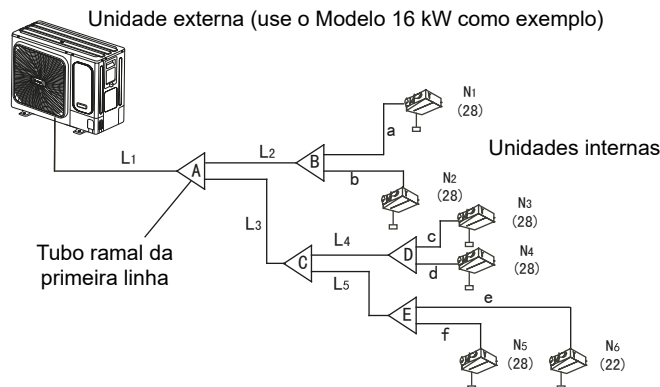
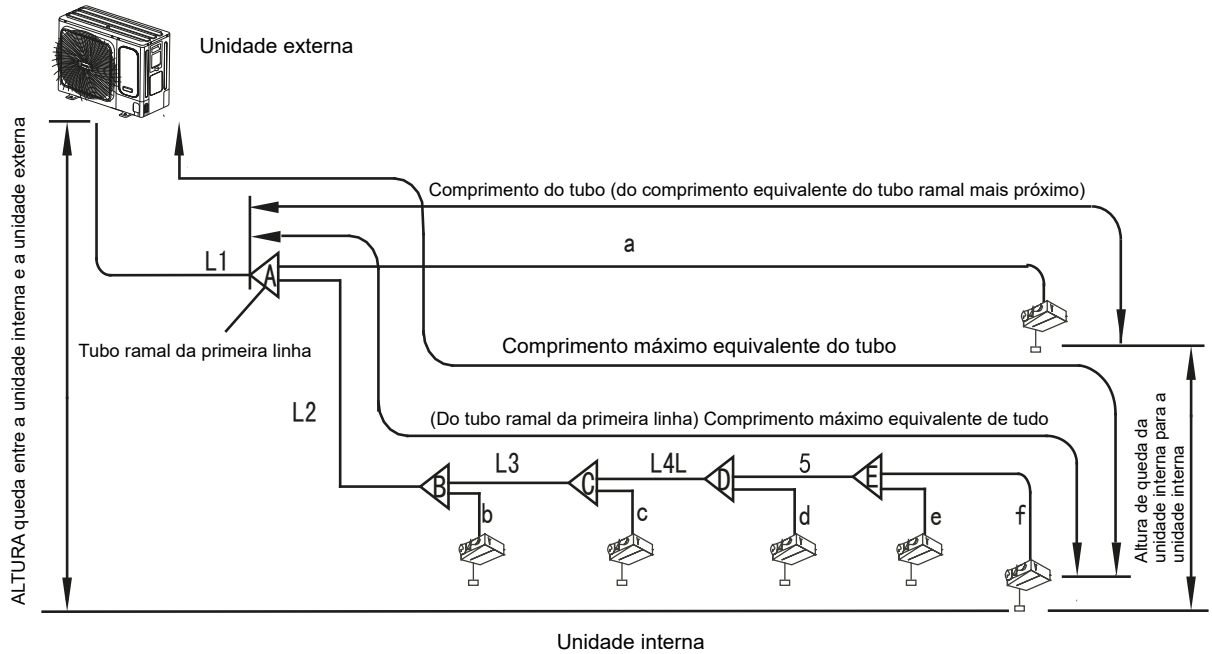

Figura 17.
Figura 19.
- Tubo principal (ver Figura 17 e Figura 19)
Consulte a Figura 19 para obter o tamanho do tubo de gás/líquido:  $\Phi 19,1/\Phi 9,5$ , e também o comprimento equivalente dos tubos do lado do líquido e do lado do gás que é  $>90$  m.